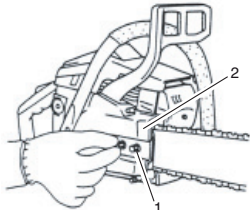

Fig. 1
1. Quite las tuercas de fijación (1) de la barra de cadena.
2. Quite la caja lateral (2), apretando la parte trasera de la caja lateral (2). (Fig. 1)
6. Instale la caja lateral (2) en los pernos (5). Luego, apriete provisoriamente las tuercas de fijación (1). (Fig. 1)